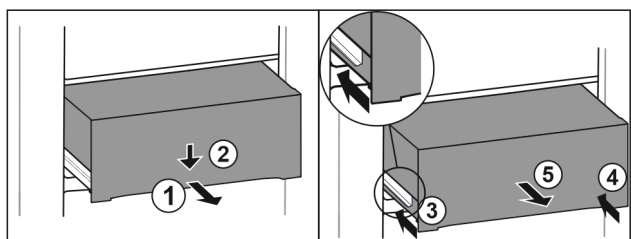

Fig. 80
- ▶ Træk skuffen halvt ud. Fig. 80 (1)
- ▶ Tryk skuffen ned på forsiden. Fig. 80 (2)
- ▶ Skub venstre skinne ca. 2 cm ind. Fig. 80 (3)
- ▶ Skub højre skinne ca. 2 cm ind. Fig. 80 (4)
- ▶ Tag skuffen ud fremefter. Fig. 80 (5)